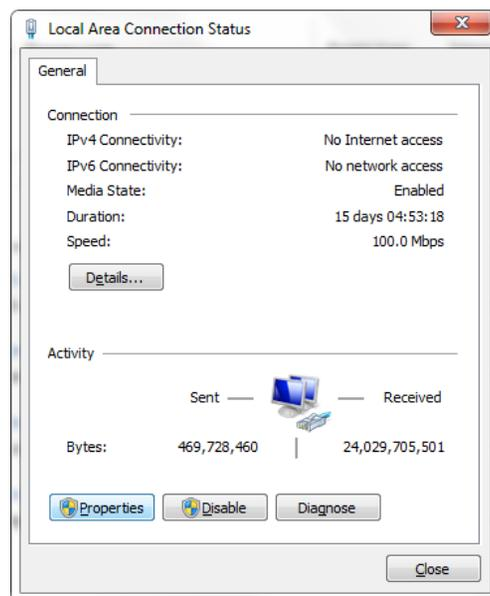

Abbildung 65: Fenster mit Angabe des lokalen Verbindungsstatus
- 11) Klicken Sie unter **Communication Settings** (Kommunikationseinstellungen) auf die Schaltfläche **Edit** (Bearbeiten) neben der IP-Adresse. Daraufhin wird das Fenster **Local Area Connection Status** (LAN-Verbindungsstatus) geöffnet. Siehe Abbildung 65.